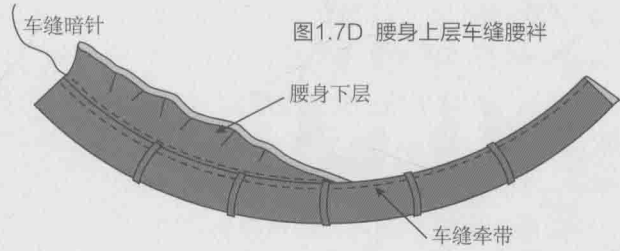

图 1.7E 腰身下层车缝暗针
8. 翻出门襟, 以正面相对放到一起, 用1cm的缝份沿上缘缝合在一起。暗缝门襟下缘(见图1.7E)。